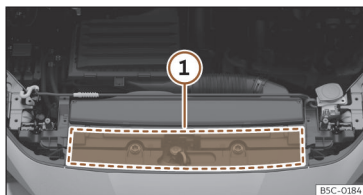

Fig. 228 No compartimento do motor: zona de localização da etiqueta de óleo do motor
tor >>> **Fig. 228** (1). Se utilizar o óleo do motor recomendado, é possível corrigir o nível do enchimento tantas vezes quantas forem necessárias.